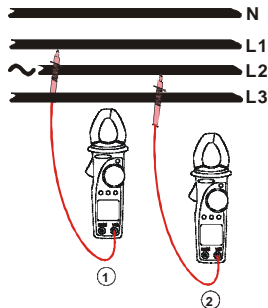
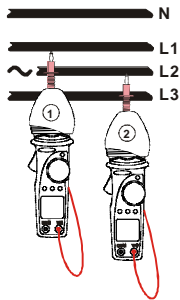

Рис. 14: определение порядка чередования фаз
Рис. 15: определение порядка чередования фаз с резиновым чехлом-фиксатором
4. Подключите красный щуп к фазовому проводу L1 (см. рис. 14, 1-ое измерение). При необходимости используйте резиновый испытательный наконечник-фиксатор, (см. рис. 15, 1-ое измерение).
9. Подключите испытательный щуп к фазовому проводу **L2** (см. рис. 14 или рис. 15, **2-ое измерение**).
9. Подключите испытательный щуп со вторым проводом (см. рис. 14 или рис. 15, 2-ое измерение).